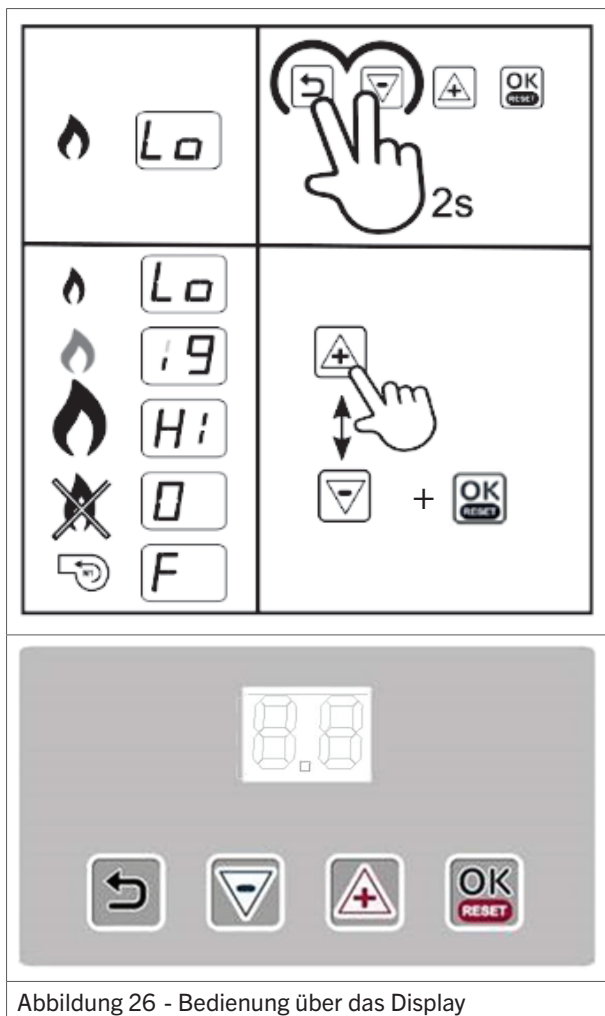

Abbildung 26 - Bedienung über das Display
1. Halten Sie einige Sekunden lang die Tasten **Return** und (–) gedrückt (Abb. 26). Die Anzeige wechselt zwischen den Anzeigetexten Lo und St. Der Lufterhitzer fährt somit im Teillastbetrieb hoch.
2. Mit den Tasten (+) und (–) wechseln Sie zwischen einem Teillast- und Vollast-Betrieb (Abb. 26).